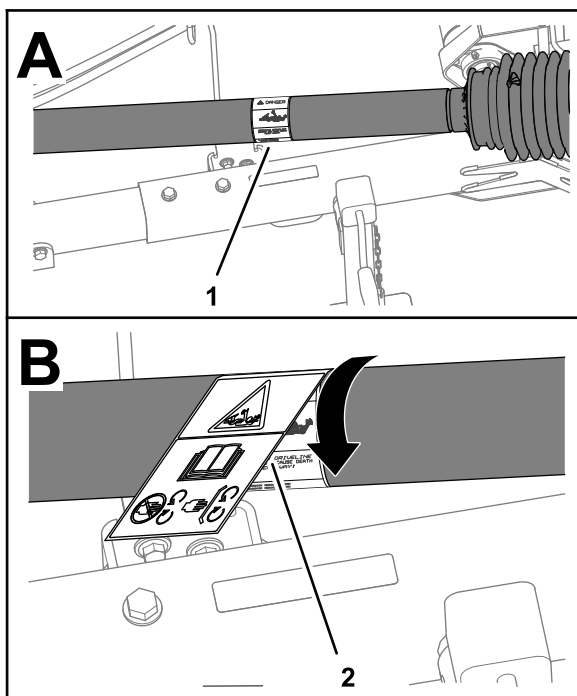

Figura 3
1. Gire el protector del árbol para tener acceso a la pegatina de enredamiento existente (Figura 3).
4. Aplique la pegatina de enredamiento CE sobre la pegatina de enredamiento existente (Figura 3).